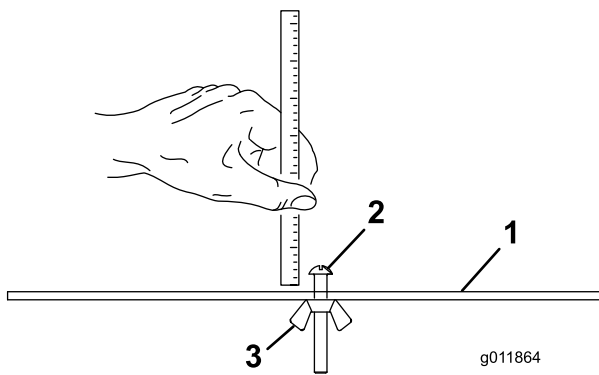

**Figura 16**
1. Desaperte as porcas de bloqueio que fixam os suportes da altura de corte às placas laterais da unidade de corte (Figura 16).